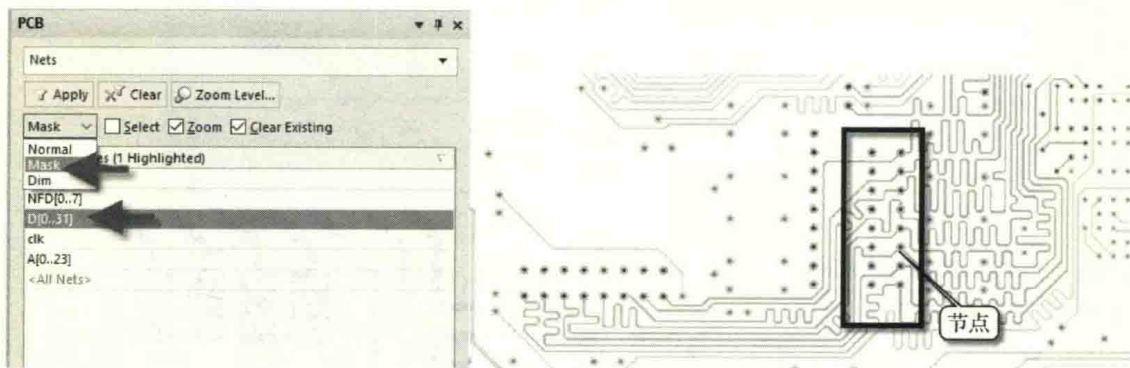

图 9-116 Mask 功能过滤器
(2) 找到菊花链中连接的节点（常见为过孔），进行锁定操作。
(3) 复制 3 个版本的 PCB，如图 9-116 所示，利用网络的 Mask 工具过滤出菊花链的某个网络类，绕线前端时，可以框选后端走线进行删除，这样就转换为点到点绕线，然后在另外一个备份 PCB 中反向操作，最后综合到完成版本上即可。